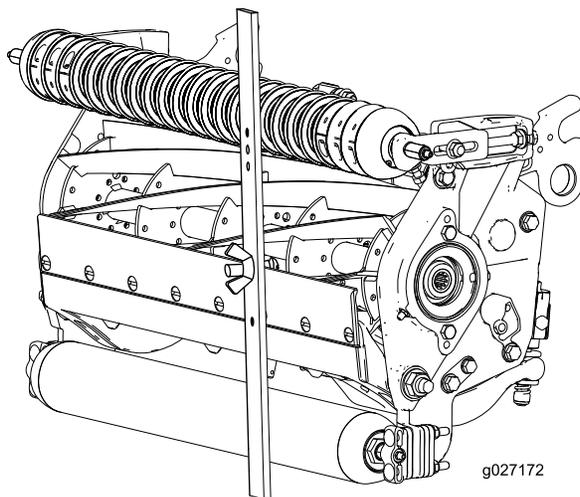

Figura 17
4. Prenda a cabeça do parafuso à extremidade cortante da lâmina de corte e apoie a extremidade traseira da barra no rolo traseiro (**Figura 17**).
5. Rode o parafuso de ajuste até que o rolo frontal entre em contacto com a barra indicadora (**Figura 17**).